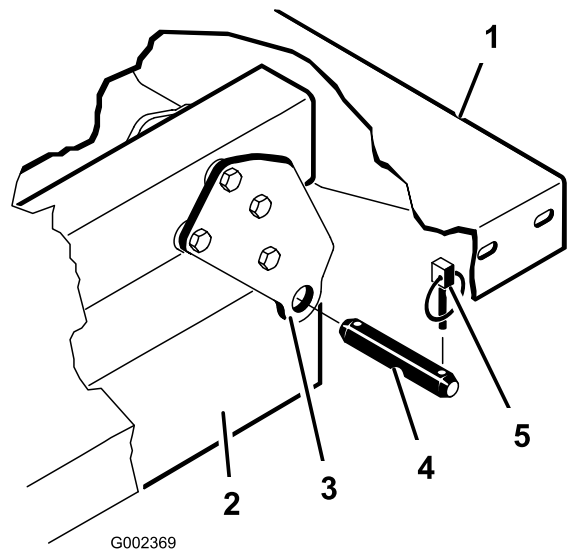

Figura 29
Nota: Asegúrese de que las placas de giro traseras están atornilladas al perfil del bastidor de la plataforma con el extremo inferior inclinado hacia atrás (Figura 29).
4. Retire los pasadores que fijan los extremos de las varillas de los cilindros a las chapas de montaje de la plataforma empujando los pasadores hacia dentro (Figura 29).
5. Retire los pasadores de seguridad y los pasadores que fijan las placas de giro a los perfiles del bastidor (Figura 29).
2. Coloque la plataforma con cuidado sobre el bastidor de la máquina, alineando los taladros de las placas de giro traseras con los taladros del bastidor, e instale 2 pasadores con chavetas (Figura 29).
4. Inserte el pasador desde la parte exterior de la plataforma, con la chaveta hacia fuera (Figura 29).